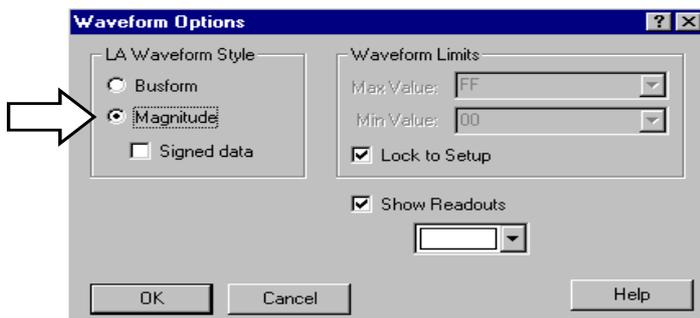

図 2-28 : [Waveform Options]ダイアログ・ボックス
2. <Options...>ボタンをクリックし、図 2-28 の[Waveform Options]ダイアログ・ボックスを表示し、[Magnitude]オプション・ボックスを選択します。